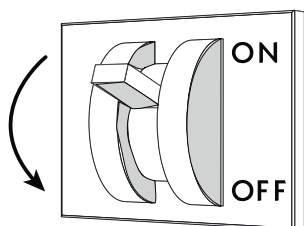

Fig. 56
- Retirar a tensão elétrica ao balcão através do interruptor seccionador geral colocado na parede ("Fig. 56").